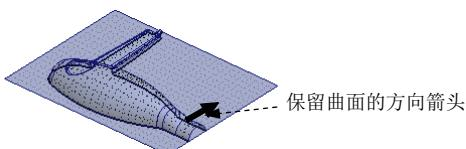

图 8.24 选取保留曲面的方向
(3) 单击 分型面 功能选项卡 编辑 ▾ 区域中的 合并 按钮, 此时系统弹出“合并”操控板。
(4) 保留曲面的方向箭头, 如图 8.24 所示。